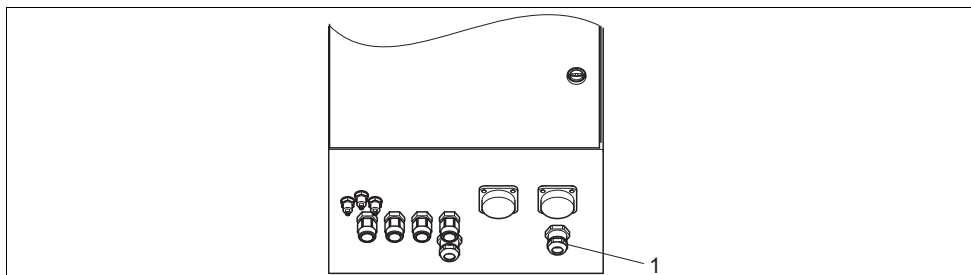

Fig. 22: Wprowadzanie przewodów sygnalizatora poziomu roztworów buforowych i środka czyszczącego
1. Wprowadzić przewody sygnalizatorów poziomu roztworów buforowych i środka czyszczącego przez odpowiedni dławik Pg za złączem wiązki węży (patrz Rys. 22).